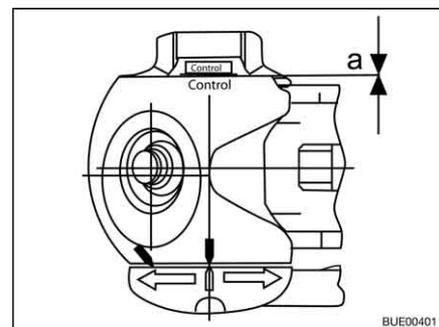

Bild 224 Verschleißkontrolle
- Abstand  $a = 0$  (Bild 224): Reibbeläge kontrollieren und ggf. austauschen.